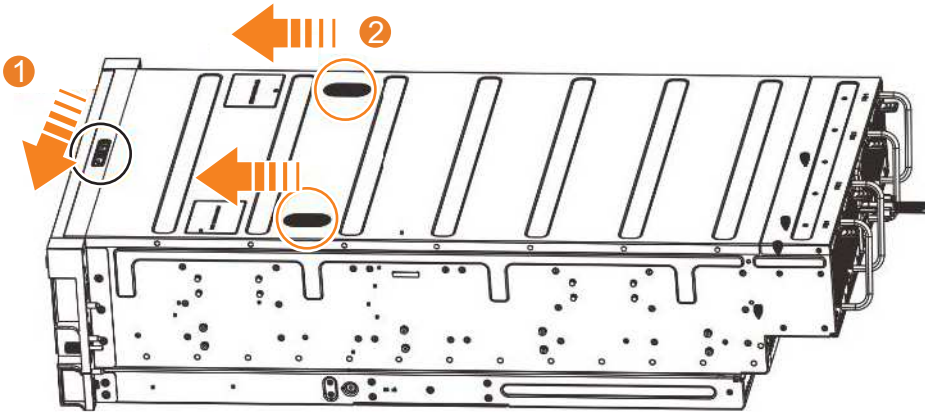

図 30. 2077-92F カバーの取り外し
2. 解放ラッチ (**1**) を、図 30 に示されている方向にスライドさせます。
3. 図 30 に示すように、カバーを拡張エンクロージャーの前面方向にスライドさせます(**2**)。